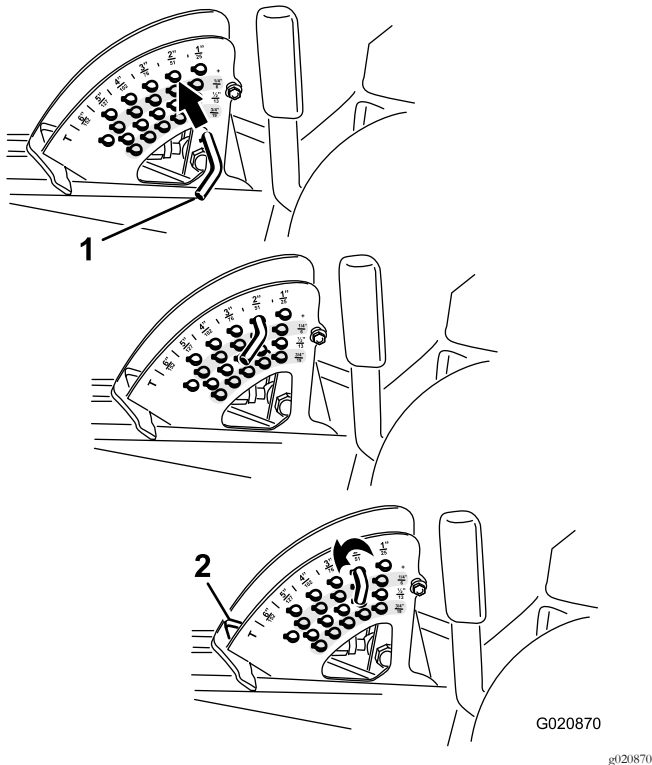

Рисунок 27
2. Чтобы отрегулировать высоту скашивания, поверните стопорный штифт так, чтобы цилиндрический штифт внутри него совпал с прорезями в отверстиях кронштейна высоты скашивания, затем извлеките штифт (Рисунок 27).
3. Выберите отверстие в кронштейне высоты скашивания, соответствующее необходимой высоте скашивания, вставьте штифт и, нажимая на него, поверните до фиксации в отверстии (Рисунок 27).
Примечание: В кронштейне есть четыре ряда отверстий (Рисунок 27). Верхний ряд обеспечивает высоту скашивания, указанную над штифтом. Второй ряд обеспечивает указанную высоту скашивания плюс 6 мм. Третий ряд обеспечивает указанную высоту скашивания плюс 12 мм. Четвертый ряд обеспечивает указанную высоту скашивания плюс 18 мм. Для положения 15,8 см